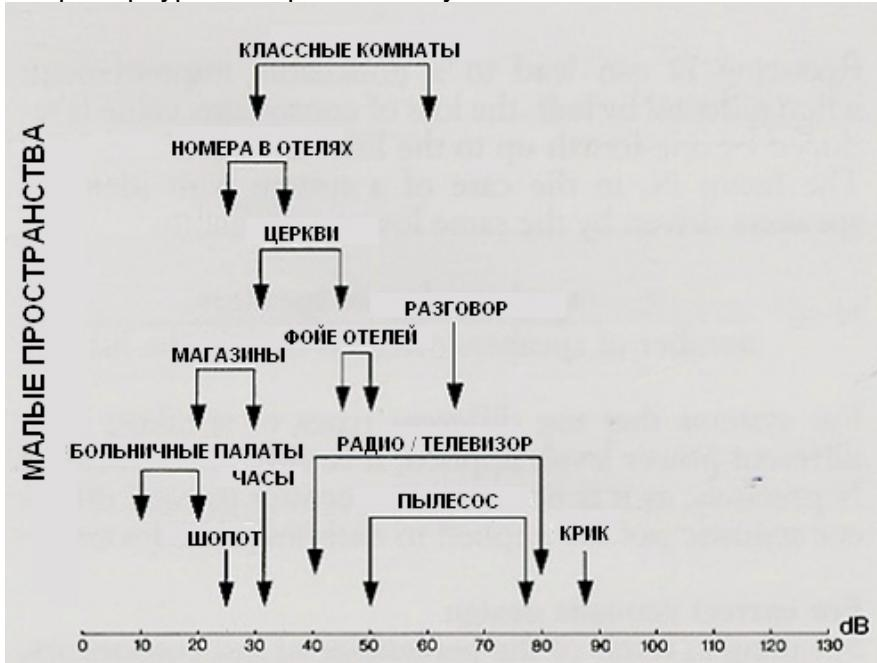
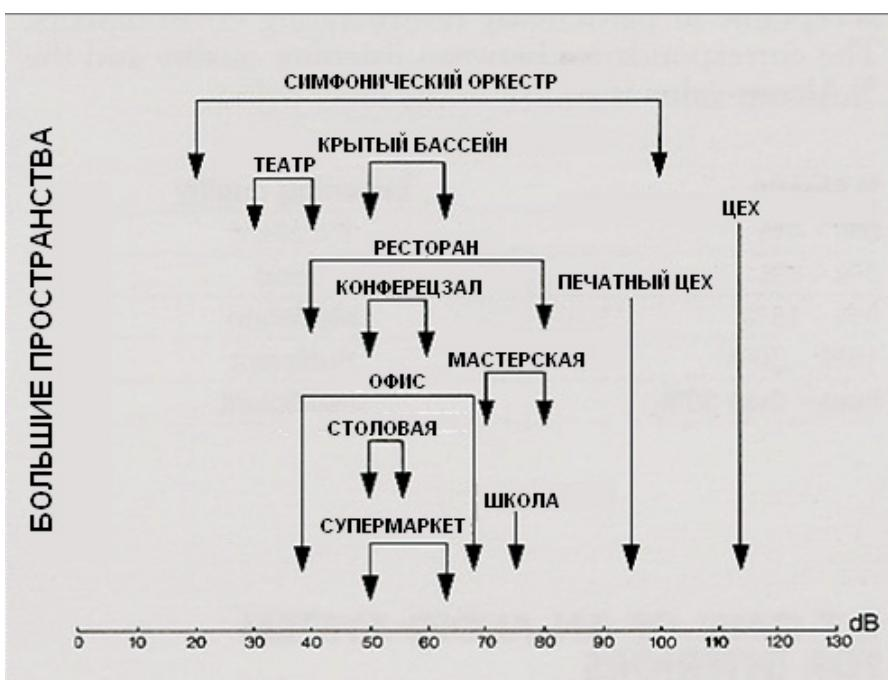

Рисунок 37
Рисунок 38
- а). Определить уровень фонового шума в помещении в dB (см. Рисунок 37 или Рисунок 38), Например, уровень фонового шума составляет 70 dB.
а) Определить примерный уровень фонового шума (см. см. Рисунок 37 или Рисунок 38). Например, уровень фонового шума составляет 70 dB.